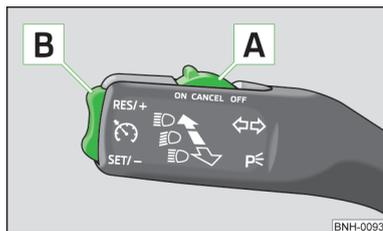

Fig. 68
- > Pousser le commutateur **A** » fig. 68 sur la position **ON**.
- > Pousser le bouton à bascule **B** » fig. 68 » page 76 dans la position **RES**.
- > Pour **réduire** la vitesse mémorisée, appuyez sur le bouton à bascule **B** » fig. 68 » page 76 pour le placer en position **SET**.
Le régulateur de vitesse se **désactive temporairement** quand vous poussez le commutateur **A** » fig. 68 » page 76 dans la position **CANCEL** auto-rabattue ou enfoncez la pédale de frein ou d'embrayage.
➤ Poussez le commutateur **A** » fig. 68 » page 76 vers la droite sur la position **OFF**.